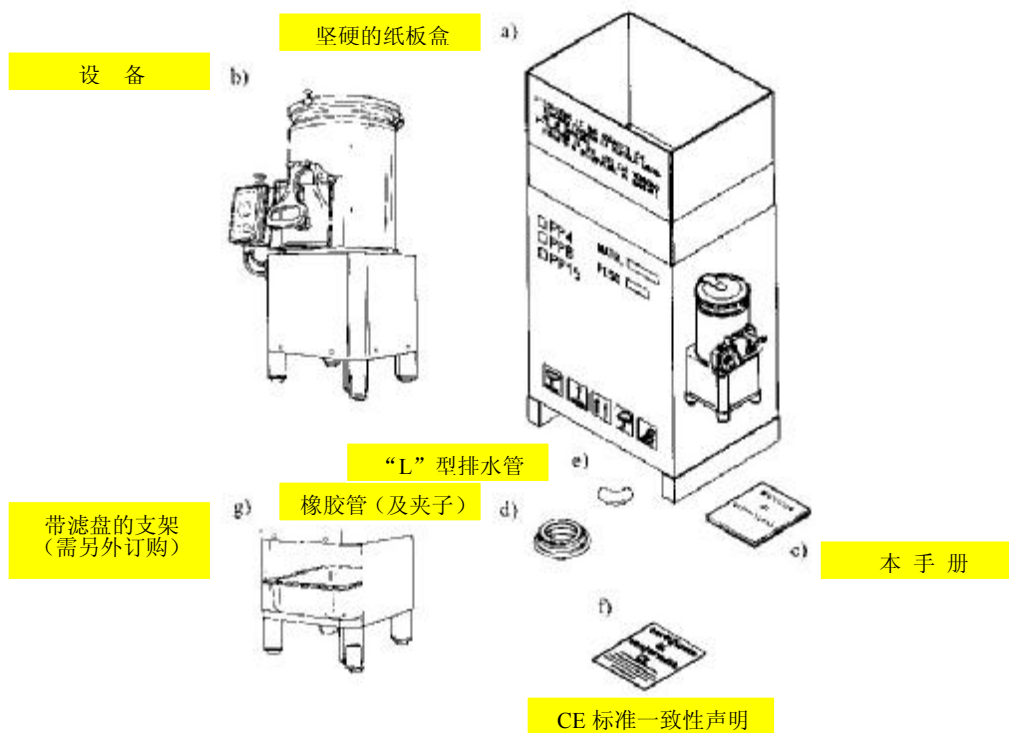

图 3——包装说明
3.1 设备运输（参见图 3）
如果在验收时没有发现任何外在包装损坏，可打开包装检查包装内的物件是否配备齐全（详见图 3）。如果发现包装箱有被碰撞过或损坏的痕迹，请通知承运商，并且在运输单上标明的运输到达日期三天内，填报详细的有关设备损坏的情况报告。**切勿颠倒包装箱!!** 确保包装箱是垂直于地面，四角平行提起搬运的。